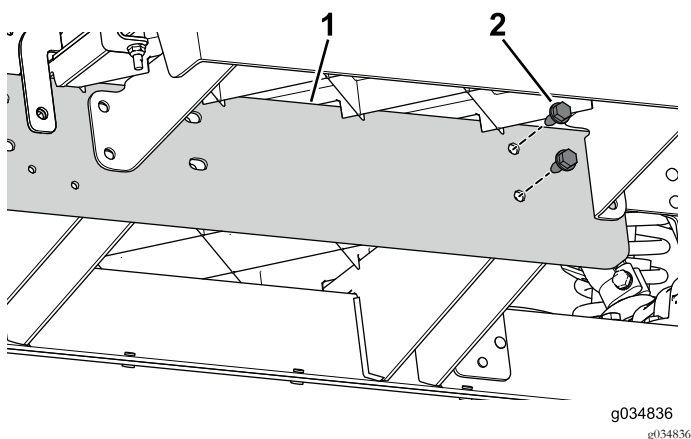

Figura 23
3. Utilize os 2 parafusos (5/16 x 3/4 pol.) para instalar sem apertar a calha de extensão para o canal central para a secção dianteira da máquina (Figura 23).